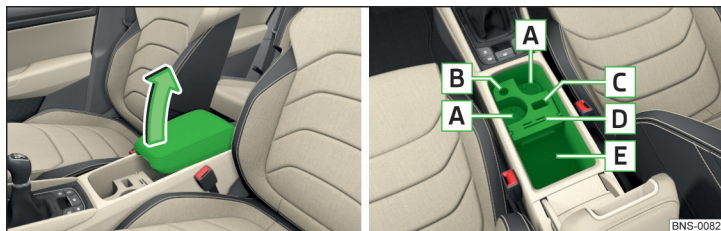

Fig. 103 Ouverture du vide-poches/intérieur du vide-poches
- Pour **ouvrir** le vide-poches, soulevez l'accoudoir dans le sens de la flèche » fig. 103.
Intérieur du compartiment » fig. 103;